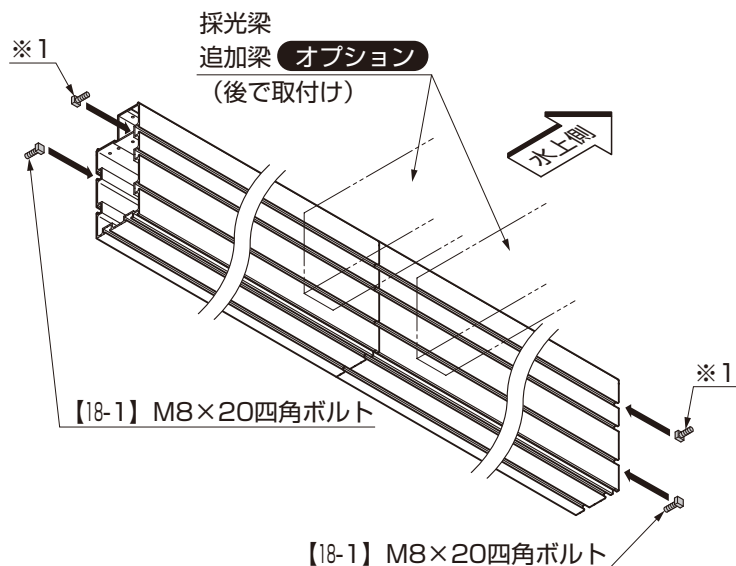

図6-3
- ① 桁側面の溝に【18-1】を両側面から各1個ずつスライドしながら入れてください。（図6-3参照）